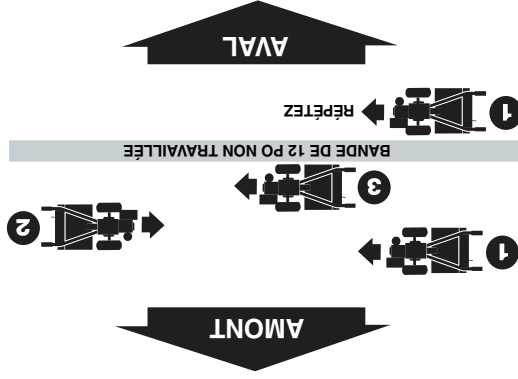

Fig. 4-10
- Pour aménager une terrasse, commencez à travailler au sommet de la pente, puis descendez. Effectuez plusieurs passages sur le premier rang, comme à la Fig. 4-10.